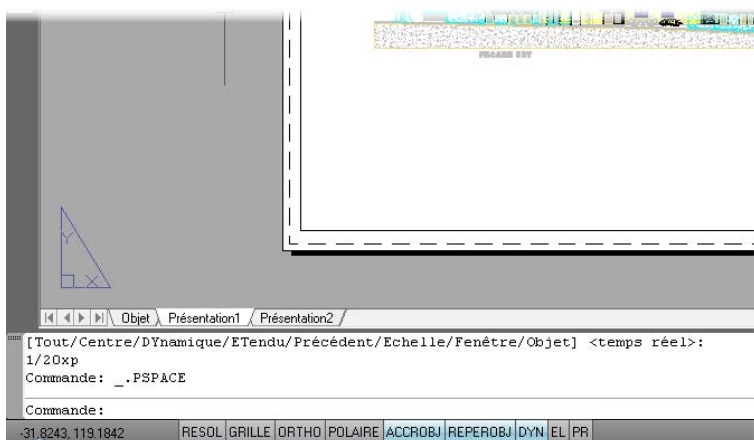

Figure 6.22
22. Cliquons ensuite en dehors de la fenêtre afin de sortir de l'espace objet depuis la présentation (voir Figure 6.22). Remarquez la disparition du cadre noir gras. On se trouve bien dans l'espace présentation, aussi appelé espace papier.